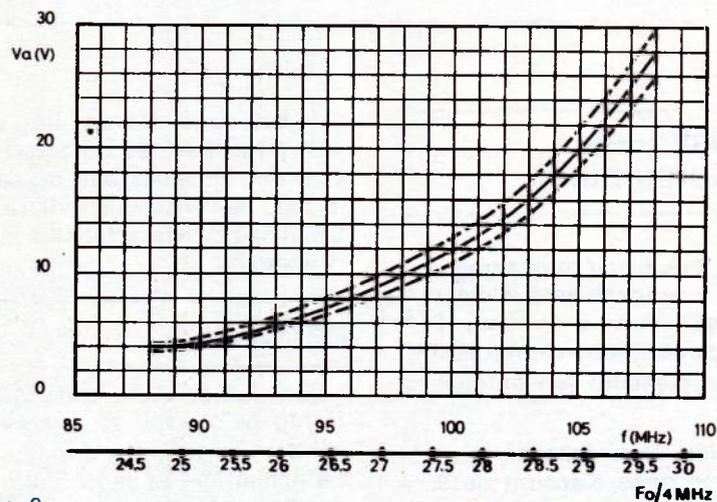

Figure 9
c) Diodes d'accord. On les attaque par l'intermédiaire d'un transistor BC 547 C (en bas et à gauche du schéma de la **figure 9**) monté en collecteur commun.
On les donne au tableau III ci-après. La bande de fonctionnement a été précisée plus haut. Voici à la **figure 9** la courbe de réponse fréquence (en abscisses) à tension d'accord (en ordonnées) V_a en volts.